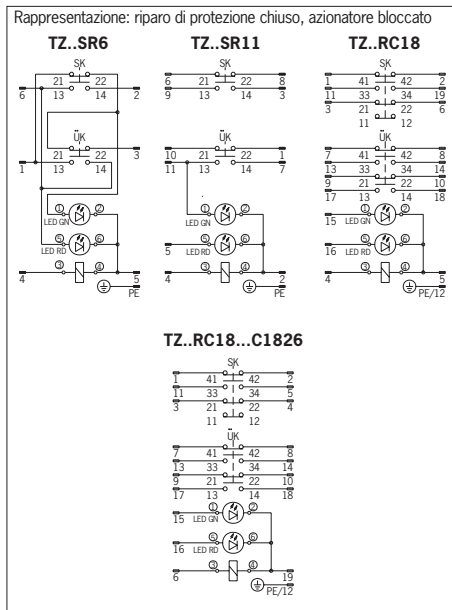

Fig. 2a: Schema di collegamento
1) Le funzioni dei LED descritte nelle presenti Istruzioni di impiego si riferiscono al cablaggio standard dell'esecuzione TZ...SR6 (vedi fig. 2a: Pin 1 =  $\oplus$  / Pin 5 =  $\ominus$  / Pin 2, 3, 6 al PLC).
- ▶ Per lo schema dei collegamenti vedi fig. 2a-2b.